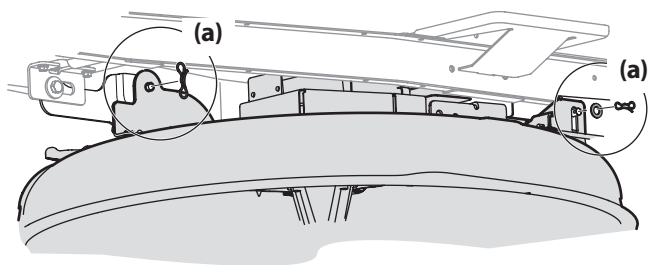

Figure 20
5. Enlevez les goupilles papillon (a) qui maintiennent le plateau de coupe sur l'appareil, comme à la Figure 20.
5. Fixez le plateau de coupe aux bras de relevage du plateau de coupe à l'aide des deux goupilles fendues. Voir Figure 20.
NOTE : Les goupilles fendues (a) doivent être réinsérées à partir du haut. Voir Figure 20.